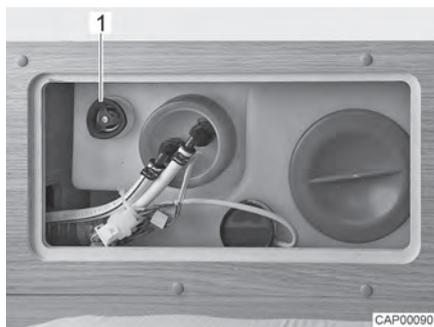

Fig. 80 Depósito de agua con tirador giratorio
- Girar el tirador giratorio (Fig. 80,1) del depósito de agua en sentido contrario a las agujas del reloj sobrepasando la resistencia, para abrir el orificio de salida completamente.